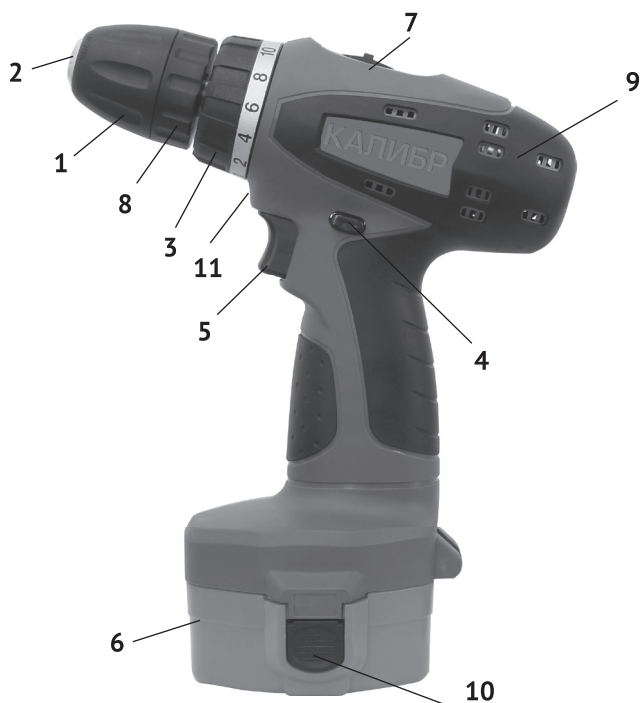

рис. 1
1.6 Общий вид дрели представлен на рис.1
1.7 Механизм дрели расположен в обрезиненном пластиковом корпусе (рис.1 поз.9), состоящем из двух частей: правой и левой. Он состоит из электродвигателя постоянного тока и редуктора с планетарным 2-х скоростным механизмом. В нижней части корпуса, выполненного в форме рукоятки, находится выключатель и разъём для присоединения аккумуляторной батареи.
1.8 Клавиша выключателя (рис.1 поз.5) расположена в передней части рукоятки. При нажатии на клавишу включается двигатель дрели. Усилие, приложенное к клавише, изменяет скорость вращения двигателя. При запуске двигателя автоматически включается светодиодный фонарь (рис.1 поз.11), обеспечиваю-
Над клавишей выключателя находится переключатель реверса (рис.1 поз.4), пластинчатой конструкции. В нейтральном положении он выполняет функцию блокиратора клавиши от случайного включения. Стрелками на торцах пластины, указывается направление вращения патрона.
1.10 В передней части корпуса расположено кольцо регулировки (рис.1 поз.3). Это кольцо фиксирует одну из 16-и, позиций предельного момента затяжки, при работе дрелью, как шуруповёртом, или переключает редуктор в режим сверления – символ «сверло».
Внимание! Перед установкой/извлечением аккумуляторной батареи отключить инструмент, установив переключатель направления вращения (рис.1 поз.4) в среднее положение (блокировка клавиши выключателя).
- для извлечения батареи из дрели нажать клавишу фиксации (рис.1 поз.10) аккумуляторной батареи и извлечь её из рукоятки, вытягивая вперёд, к патрону.
- установить переключатель направления вращения (рис.1 поз.4) в положение блокировки клавиши выключателя;
- удерживая кольцо патрона (рис.1 поз.8) одной рукой, другой вращать переднюю часть патрона (рис.1 поз.1) против часовой стрелки до разведения кулачков патрона (рис.1 поз.2) на расстояние, необходимое для установки ра-
- удерживая кольцо патрона (рис.1 поз.8) одной рукой, другой вращать переднюю часть патрона (рис.1 поз.1) по часовой стрелке до фиксации рабочего инструмента кулачками патрона;
- для включения дрели необходимо нажать и удерживать клавишу выключателя (рис.1 поз.5);
- в среднем положении переключатель направления вращения (рис.1 поз.4) блокирует клавишу выключателя, исключая случайное включение дрели;
2.2.5 Функции регулировочного кольца (рис.1 поз.3):
На регулировочное кольцо (рис.1 поз.3) нанесены символы: от «1» до «16» - 16 фиксированных положений предельного момента затяжки и символ «дрель». Выставление нужного режима работы осуществляется совмещением соответствующего символа со стрелкой на корпусе дрели.
- выставив ползунок переключателя (рис.1 поз.7) положение 1(L) получаем при низком числе оборотов (350 об/мин) высокий показатель крутящего момента. Этот режим применяется при закручивании шурупов, винтов, саморезов и болтов больших размеров;
- при установке переключателя в крайне положение 2(H) получаем максимальное число оборотов (1350 об/мин), но меньший показатель крутящего момента. При данном режиме работаем в режиме сверления или закручивания/выкручивания мелкого крепежа.
- повернуть кольцо регулировки (рис.1 поз.3) в положение «сверло»;